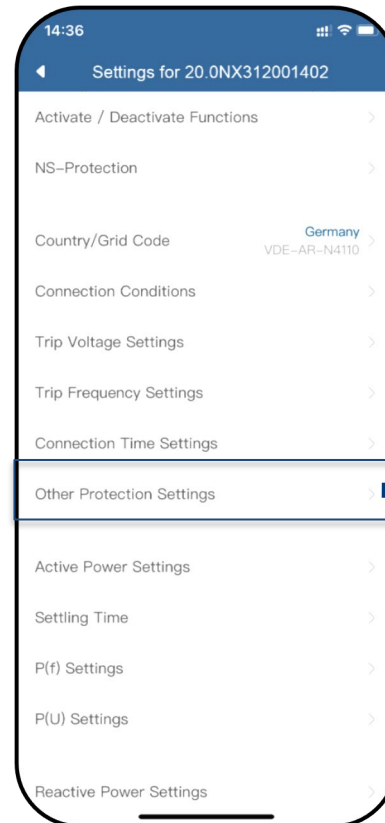
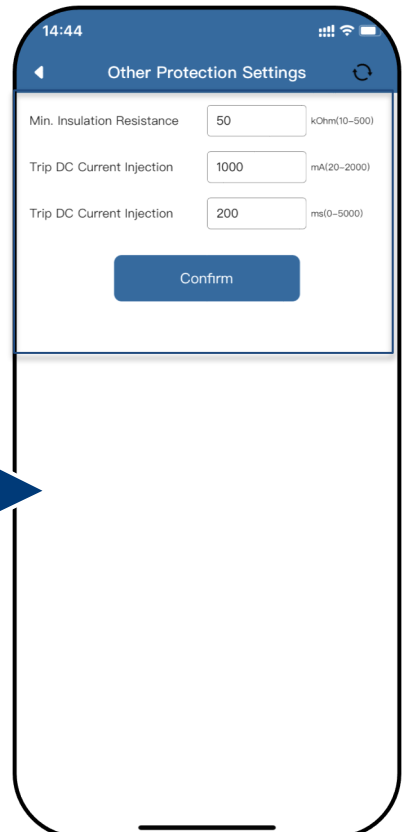

Abb. 109. Weitere Schutzabschaltungen aufrufen
Abb. 110. Isolationswiderstand und DC-Parameter einstellen
**Legende für Fig. 109+Fig. 110:**